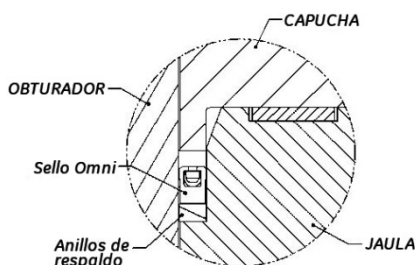

Figura 7a. Caudal para abrir
2. Lubrique ligeramente el sello (14), los anillos de apoyo (22), el obturador superior y la ranura de sello con Dow Corning 111 o su equivalente.
3. Ubique dos anillos de apoyo sobre el obturador y conéctelos a la ranura, como se ilustra. Deslice el sello Omni (14) sobre el obturador, asegurándose de que el extremo de apertura (copa) del sello mire hacia arriba y se ubique contra los anillos de apoyo. (Consulte la Figura 7a).